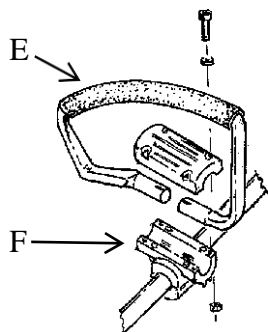

Fig. 5
**Impugnatura antivibrante:** (Fig. 5). Posizionate l'impugnatura antivibrante E nella crociera F, tenendo il lato più lungo rivolto verso sinistra (essa serve come barriera protettiva durante il lavoro in modo da prevenire un contatto involontario del corpo con l'accessorio di taglio). Prima di fissare le viti, regolatela in una posizione che vi consenta un uso ergonomico della macchina. Fissate poi le viti di bloccaggio con forza.